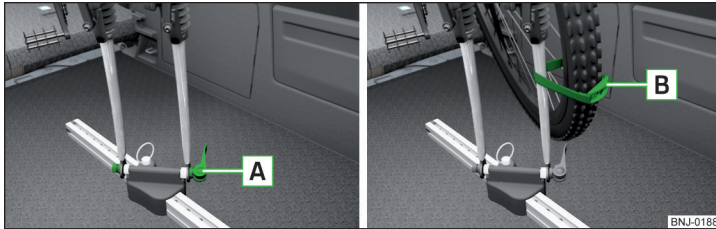

Abb. 108 Vordergabel des Fahrrads in den Träger einsetzen / Befestigungsbeispiel des Vorderrads
- Den Schnellspanner **A** » Abb. 108 am Träger lösen und entsprechend der Fahrradgabelbreite einstellen.
- Das Vorderrad mit dem Gurt **B** an der Vordergabel » Abb. 108 oder am Fahrradrahmen befestigen.